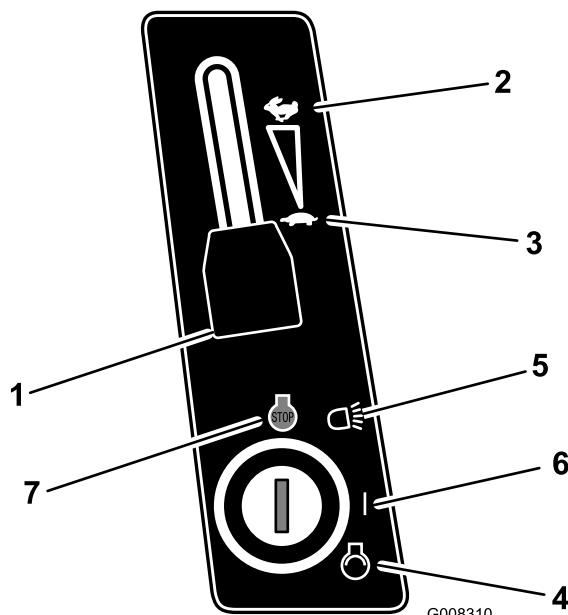

Figure 12
6. Placez la manette d'accélérateur en position Bas régime (Figure 12).
7. Tournez la clé de contact dans le sens des aiguilles d'une montre et maintenez-la en position de Démarrage (Figure 12). Relâchez la clé quand le moteur démarre.
8. Lorsque le moteur démarre, amenez progressivement la manette d'accélérateur en position Haut régime (Figure 12).
1. Placez la manette d'accélérateur en position Bas régime (Figure 12).
2. Tournez la clé de contact en position Contact coupé (Figure 12).